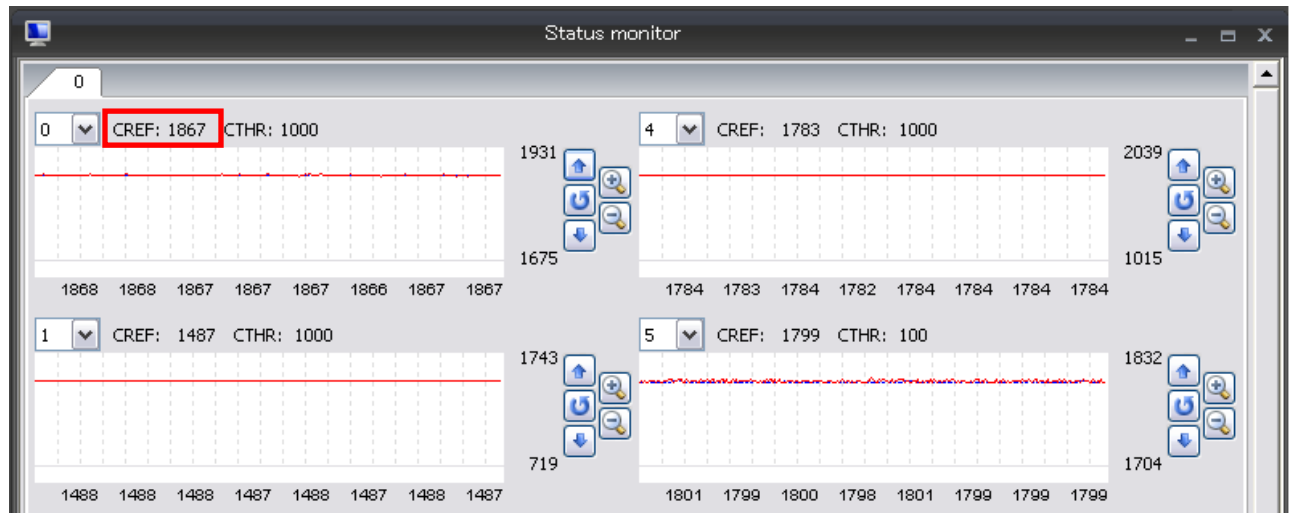

図2-15 非タッチ時の CREF
- ④ Threshold 値に入力した値を有効にするために、マイコンのデータフラッシュへ書き込みを行う。書き込みは、図 2-15に示す通り、Contols → Write → Write to Device を選択し、データフラッシュへパラメータの書き込みを行う。または、Write parameters to Device アイコンをクリックし書き込みを行う。